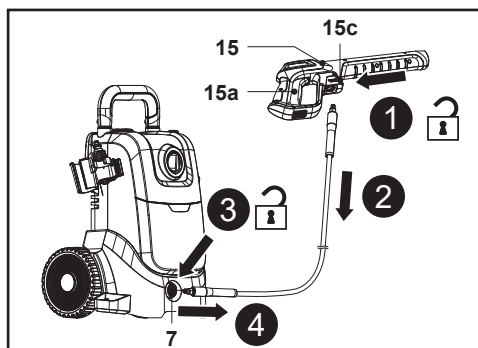

Fig. 6
**AVERTISMENT! NU ÎNNODA ȘI NU ÎNDOI NICIODATĂ FURTUNUL CU PRESIUNE (14) DEOARECE SE POT PRODUCE DAUNE.**
4. Pentru a debransa furtunul cu presiune (14) de la pistolul pulverizator (15), ține apăsată maneta de eliberare rapidă (15c) spre furtun (14) și trage afară furtunul cu presiune (14) (fig. 6, pașii 1, 2).
5. Pentru a debransa furtunul cu presiune (14) de la aparat, ține apăsat inelul exterior al racordului de furtun (7) spre interior și trage afară furtunul cu presiune (14) (fig. 6, pașii 3, 4).